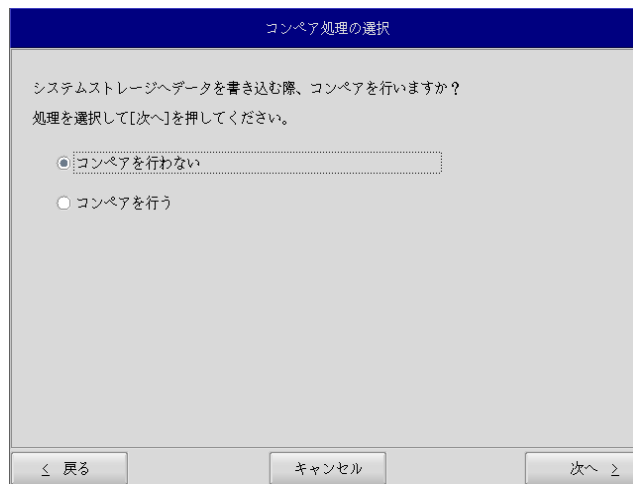

図 5-2-5. コンペア処理選択画面
- ⑩ コンペア処理の選択画面 (図 5-2-5) が表示されます。